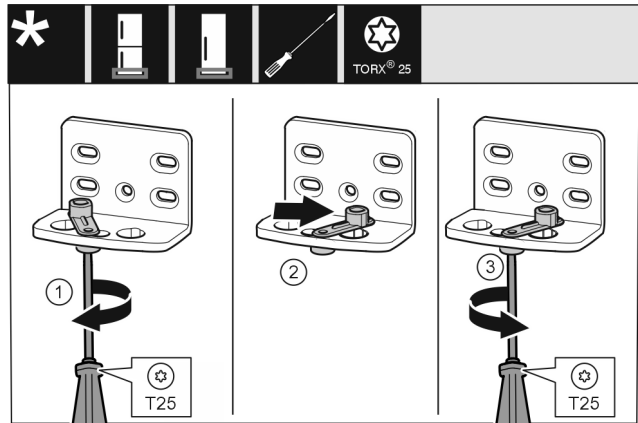

Fig. 12
- ▶ Skruva in skruven lite löst med skruvmejsel T25. Fig. 12 (1)
- ▶ Lyft på dörrstängningsautomatiken och vrid den 90° åt höger i hålet. Fig. 12 (2)
- ▶ Dra åt skruven med skruvmejsel T25. Fig. 12 (3)